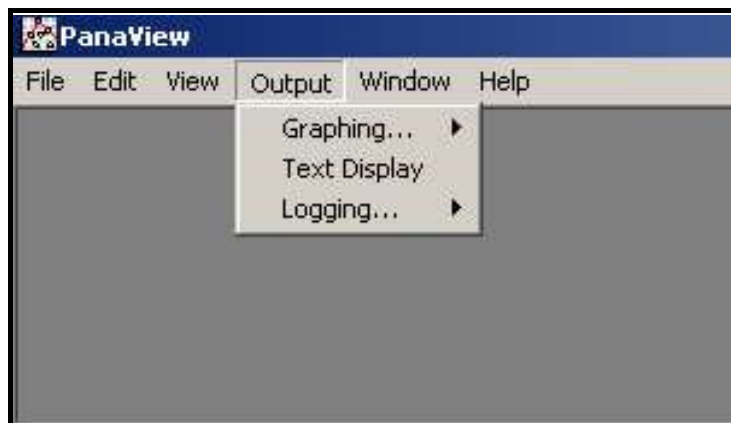

Figura 2: Menú Output (Salida)
Para acceder a las opciones de manejo de datos de PanaView, despliegue el menú *Salida*, como se muestra en la *Figura 2*.
2. Despliegue el menú *Salida* y haga clic en la opción *Visualización de texto* (véase la *Figura 2 en la página 33*).
- Despliegue el menú *Salida* y haga clic en la opción *Gráfico - Nuevo* (véase la *Figura 2* en la *página 33*).